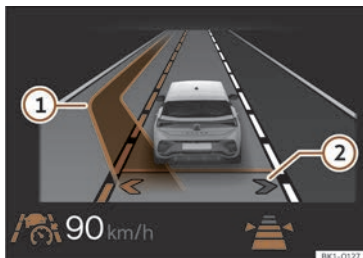

Fig. 128 Sur l'écran du tableau de bord : affichage du changement de voie assisté (représentation graphique).
Ainsi, le changement de voie assisté est activé. Les flèches de votre propre voie sur l'écran du tableau de bord s'affichent en gris >>> **fig. 128 ②**
Si le système n'a détecté aucun objet dans le champ de détection du système de capteurs et qu'un changement de voie assisté est possible vers une voie adjacente, la voie correspondante s'affiche sur l'écran du tableau de bord à côté de la voie sur laquelle se trouve le conducteur. La flèche du côté de la voie correspondante s'affiche en blanc >>> **fig. 128 ②**.